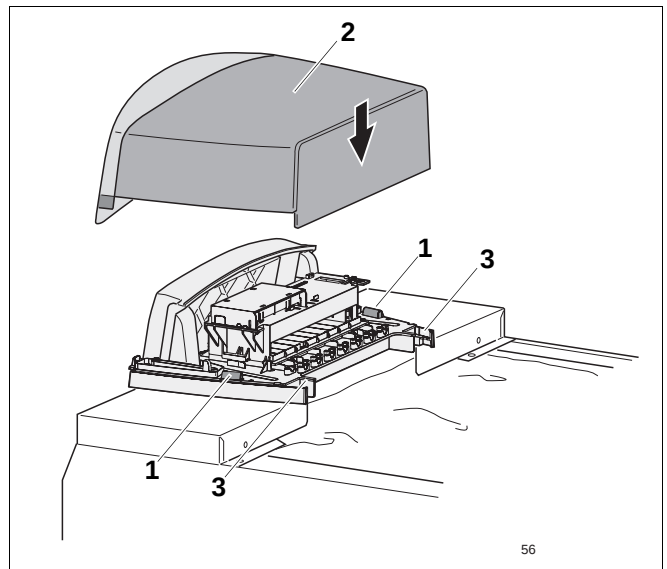
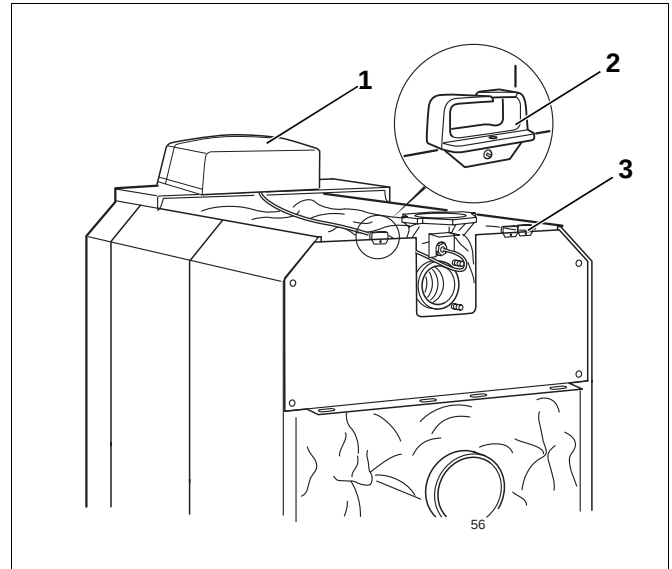

Abb. 66 Abdeckhaube montieren
Abb. 68 Elektrischer Anschluss
- Kapillarrohre und Fühlerleitung (Abb. 68, **Pos. 2**) in die Kabeldurchführung (Abb. 68, **Pos. 1**) der vorderen Kesselhaube legen.
- Kabeldurchführung (Abb. 68, **Pos. 2** und **3**) links oder rechts an der Kesselrückwand anschrauben.
- Abdeckhaube (Abb. 68, **Pos. 1**) des Schaltfeldes aufsetzen und sichern (siehe Abb. 66, Seite 46).